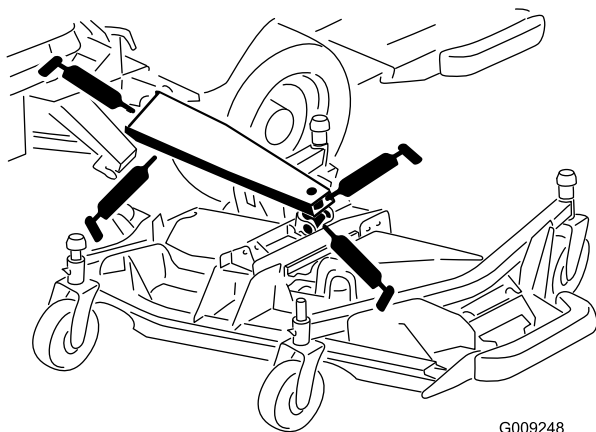

Bild 55
- 3 Haupt-Hubarmbüchsen (Bild 55)
- 1 Hubzylinder-Drehbüchse (Bild 55)